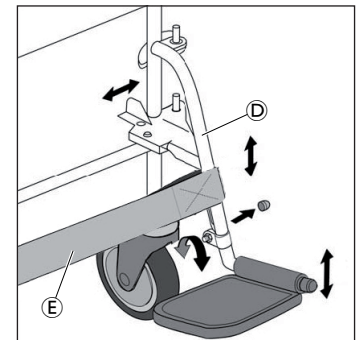

Fig. 5
7. Wadenband (E) auf der gewünschten Höhe, vorne um die Fußstützen (D) führen und hinten auf beiden Seiten mit dem Klettband verschließen (Fig. 5).